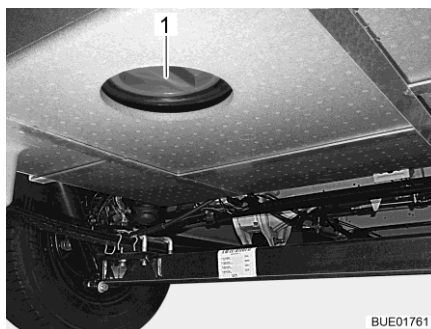

Bild 291 Rengöringsöppning
- Öppna avloppstankens rengöringsöppning (Bild 291,1) och avtappningskranen.